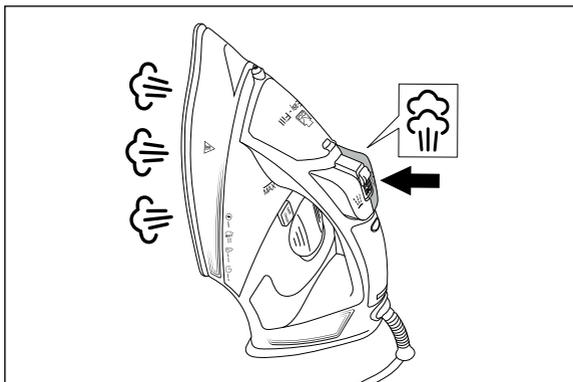

Rys. 6
- ▶ Funkcja uderzenia pary umożliwia generowanie pojedynczych uderzeń pary podczas prasowania z parą oraz bez pary (regulator pary ❸ w pozycji ❶).
- 1) Odczekaj aż żelazko parowe się nagrzej, a dioda LED wskaźnika grzania ❸ będzie świecić w sposób ciągły.
- 3) W odstępie ok. 5 sekund naciśnij kilka razy krótko przycisk uderzenia pary ❹ (patrz rys. 6).
- 2) Całkowicie opróżnij zbiornik wody ❸ żelazka parowego przez otwór wlewu **Easy-Fill** ❷ do zlewu.
- 3) Zmieszaj 160 ml wody ze 160 ml **szybko działającego odkamieniacza DURGOL Universal** (proporcja 1:1) i wlej połowę roztworu z kubka miarowego ❹ do zbiornika wody ❸. Wlej drugą połowę roztworu odkamieniacza do płaskiego naczynia o odpowiedniej wielkości (np. płaski półmisek) do następującego teraz odkamienienia stopy żelazka ❶.
- 5) Skieruj dyszę wody ❶ na ręcznik i naciśnij przycisk funkcji spryskiwania  ❺ ok. 20 razy (patrz rys. 6).
- 6) Przytrzymaj żelazko parowe w pozycji poziomej nad zlewem lub miską i trzymaj wciśnięty przycisk **self clean** ❻. Poruszaj przy tym lekko żelazkiem parowym tam i z powrotem. Wychylaj i przechylaj je nieznacznie, aby zawartość zbiornika wody ❸ wyciekła z otworów wylotowych pary ❻ w stopie żelazka ❶.
- 7) Zwolnij przycisk **self clean** ❻ od razu, kiedy z otworów wylotowych pary ❻ zacznie wyciekać znacznie mniej cieczy. Pozostałą zawartość zbiornika wody ❸ całkowicie wylej do zlewu przez otwór wlewowy **Easy-Fill** ❷.
- 8) Nalej z kubka miarowego ❹ wodę z kranu lub destylowaną do oznaczenia **MAX** na zbiorniku wody ❸ (patrz rozdział **Napełnianie zbiornika wody**). Powtórz kroki od 5 do 7 dwukrotnie.
- 9) Aby odkamienić stopę żelazka ❶, wstaw żelazko parowe w płaskie naczynie o dostatecznej wielkości (np. płaski półmisek). Do tego półmiska włąny został wcześniej roztwór odkamieniacza (patrz krok 3).